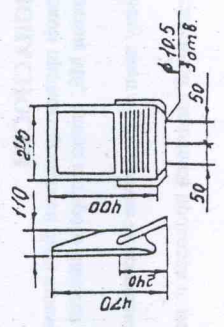

Рис.1
1.1. Пржекторы общего назначения ГО04-150-002 У1 «Кососвет» (рис. 1) с разрядными металлогалогенными лампами высокого давления предназначены для освещения площадей, стадионов, фасадов зданий, архитектурных памятников, строительных площадок и других открытых пространств.